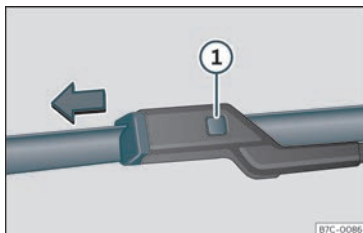

Fig. 45 Substituição das escovas limpa-vidros.
- Mantenha pressionado o botão de desbloqueio >>> **Fig. 45** ❶ puxando ligeiramente pela escova no sentido da seta.